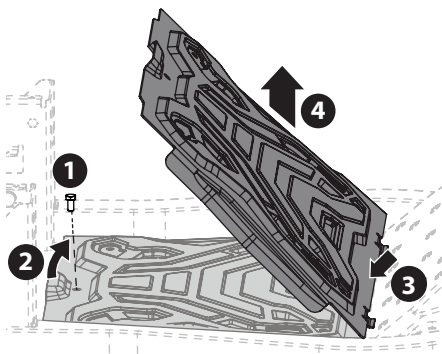

Figure 34
- À l'aide de l'outil multiple (le cas échéant) ou d'une douille de 1,25 cm (1/2 po), retirez la vis à tête hexagonale (a) qui maintient le panneau de plancher en place (la partie 1 de la Figure 34).
- Soulevez délicatement l'arrière du panneau de plancher (la partie 2 de la Figure 34).
- Faites glisser le panneau de plancher vers l'arrière pour libérer l'avant du panneau de plancher (la partie 3 de la Figure 34).
4. Soulevez-le et retirez-le du tracteur (la partie 4 de la Figure 34 à la page 101).